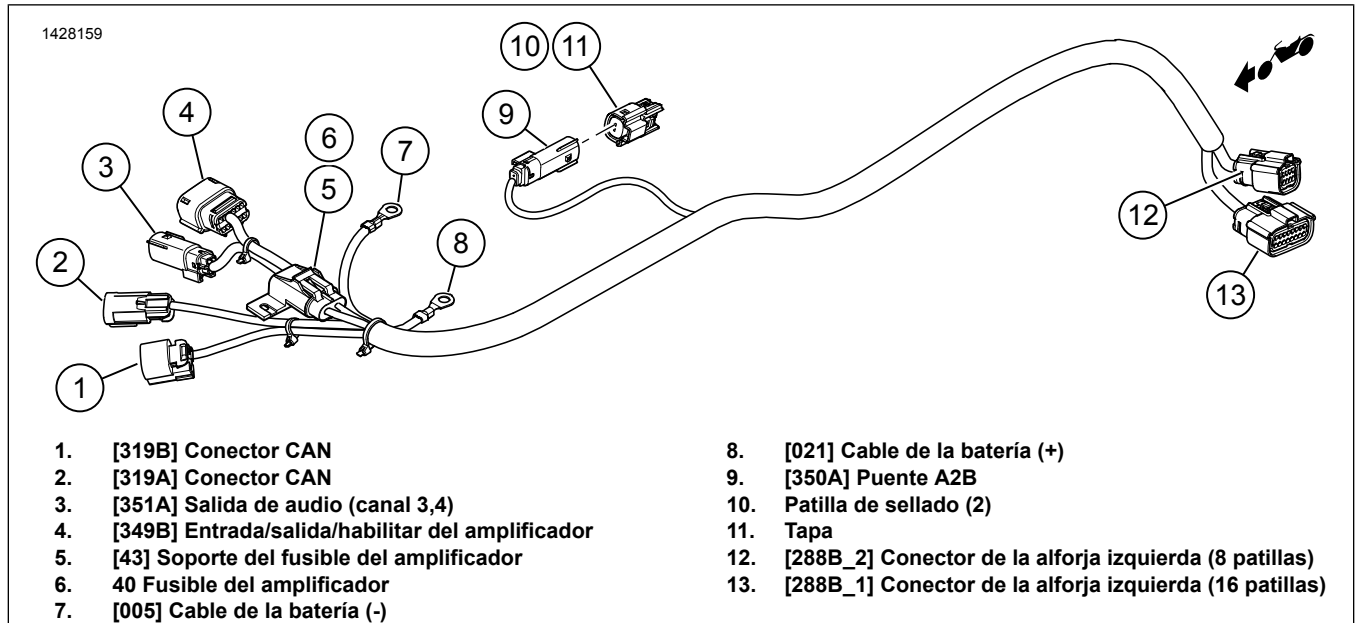

Figura 13. Conectores del arnés externo (2017 y posteriores)
Vea la Figura 13. Si **NO** hay un amplificador secundario instalado, inserte las clavijas de sellado (10) en la tapa (11) y conéctelo al conector [350A] (9).
Consulte también Figura 13 para hacer referencia a los conectores de arnés externos de 2017 y posteriores.